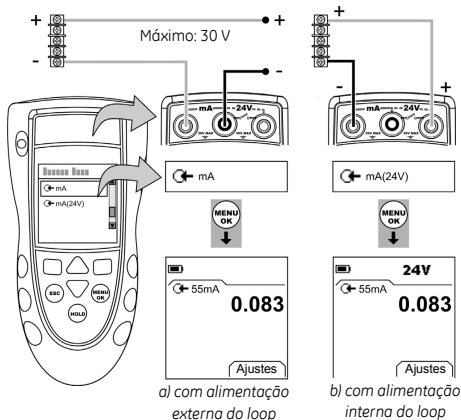

Figura 4: Exemplo de configuração – Medida de mA
1. Conecte o instrumento (Figura 4) e, se necessário, ajuste o *Conf.* (Tabela 1).